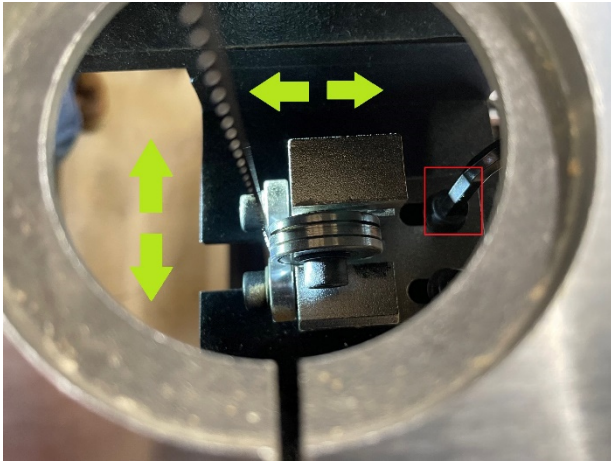

Figure 22
- Ce réglage peut être réalisé en observant la position du guide lame à travers l'ouverture de l'insert de table. (Fig 22)